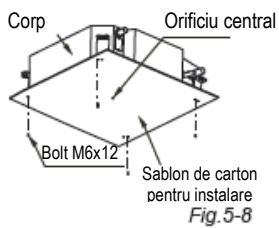

Fig. 5-8
2. Dupa instalarea unitatii, fixati panoul pe aparatul de aer conditionat cu ajutorul bolturilor (M6X12) pentru a stabili dinainte marimile si pozitiile deschiderii gaurilor de pe plafon. (*consultati fig. 5-8*)